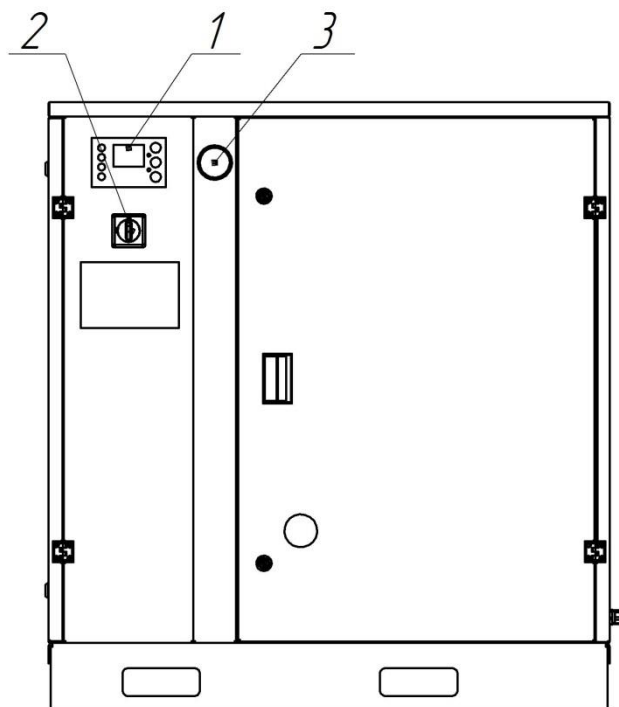

Рисунок 5
**13 – Панель управления** (см. рисунок 1). На лицевую сторону панели управления вынесены следующие органы управления, контрольно-измерительная и сигнальная аппаратура (рисунок 5):